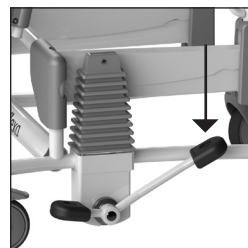

Figure 14 Réglage vers le haut.
- Le siège peut être réglé vers le haut en actionnant doucement et régulièrement le long côté du pédalier (Cf. figure 14).